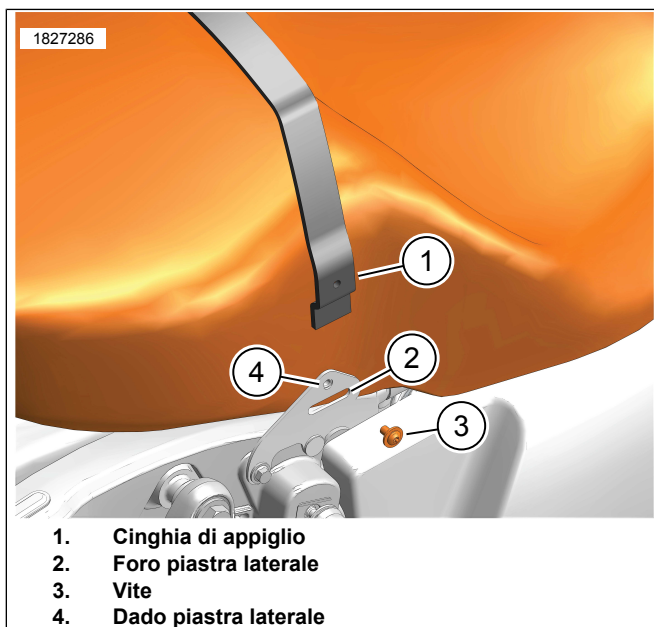

Figura 4. Installazione della cinghia di appiglio della sella
2. **Kit 52000638, 52000640:** Vedere la figura 4. Installare la **nuova** cinghia di appiglio.
- a. Inserire la cinghia di sostegno (1) nel foro della piastra laterale (2).
- b. Allineare il foro nella cinghia di sostegno con il dado della piastra laterale (4).
- c. Installare la vite (3). Serrare.